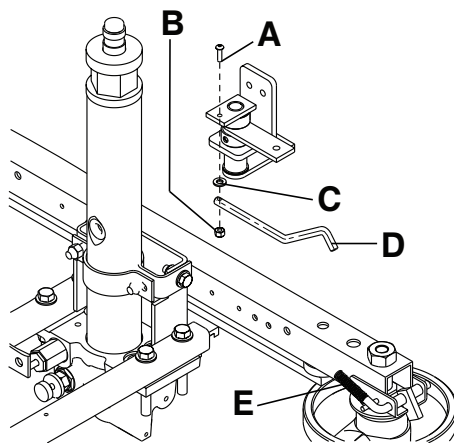

Figure 2 – Remplacement du ressort Steer-Lock
4. À l'aide d'une clé à six pans de 3/32 po et d'une clé mixte de 11/32 po, retirer le boulon (A), la rondelle (C) et l'écrou (B) qui fixent le bras Steer-Lock (D) à la base (Figure 2). Conserver toutes les pièces.